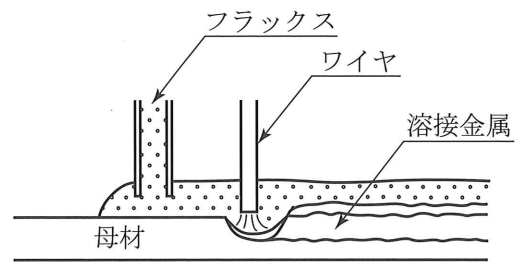

図3
- (1) 図3は溶接しているようすを断面で表したものである。このような溶接を (a) 溶接という。
- (2) アルゴンなどの不活性ガスの中で行うアーク溶接のうち、電極にタングステンを使用するものを (b) 溶接という。
- (3) 重ね抵抗溶接のうち、棒状の電極で母材をはさみ、点状に行う溶接を (c) 溶接という。
- (4) 酸素やアセチレンなどの炎によって行う溶接を (d) 溶接といい、母材と同様な材質の金属を加えながら溶接する。
- (5) 溶接に用いる2種類のガスを混合して炎を作る器具を (e) といい、ガスの比率や炎の大きさを調整することができる。